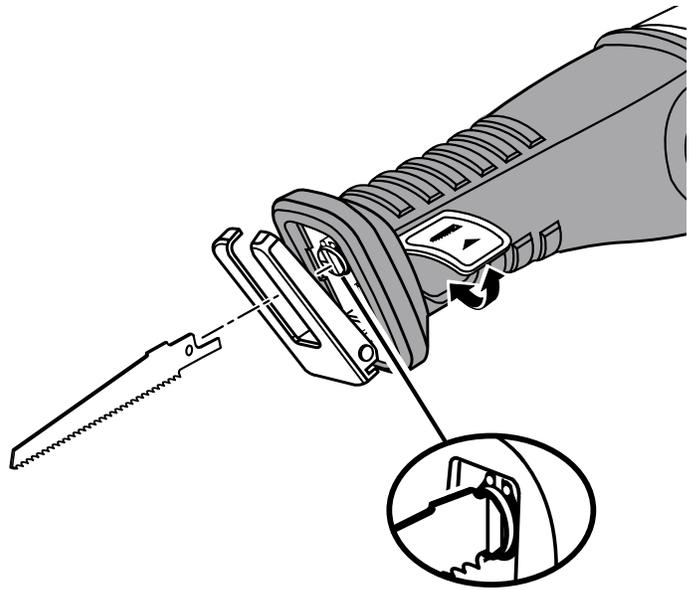

Fig. 2
- Relever le levier de verrouillage/déverrouillage de lame situé sur le côté de la scie. Voir la figure 2.